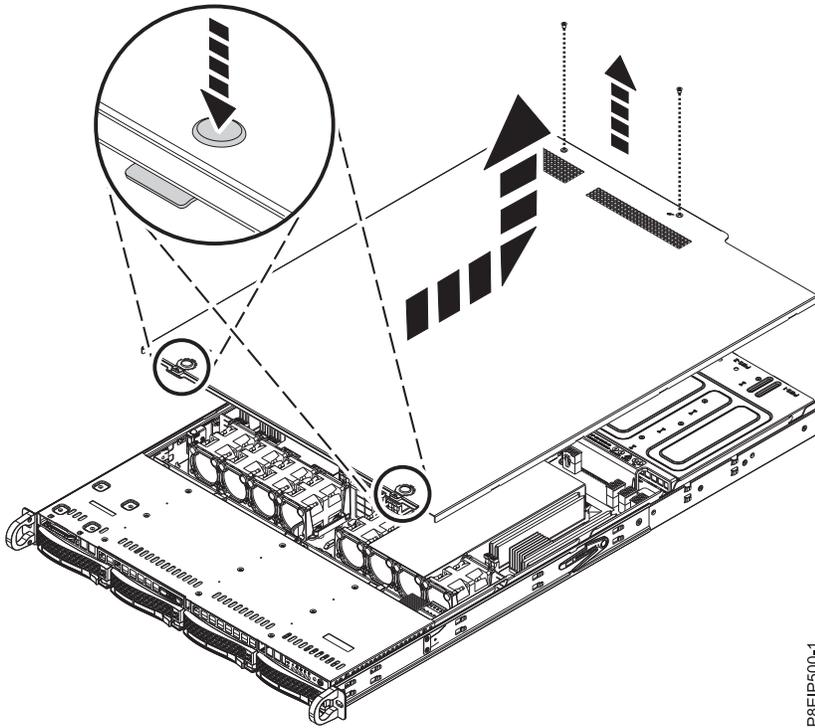

Figura 67. Liberando e abrindo a tampa
2. Remova os dois parafusos da tampa (1) da parte traseira da tampa.
3. Pressione os dois botões na tampa superior (2) para liberar as travas, conforme mostrado na Figura 67 na página 74, e empurre a tampa de volta cerca de 0,5 pol. (1 cm) até que ela pare. Se os botões não forem pressionados para baixo facilmente, remova parcialmente as unidades diretamente sob os botões.